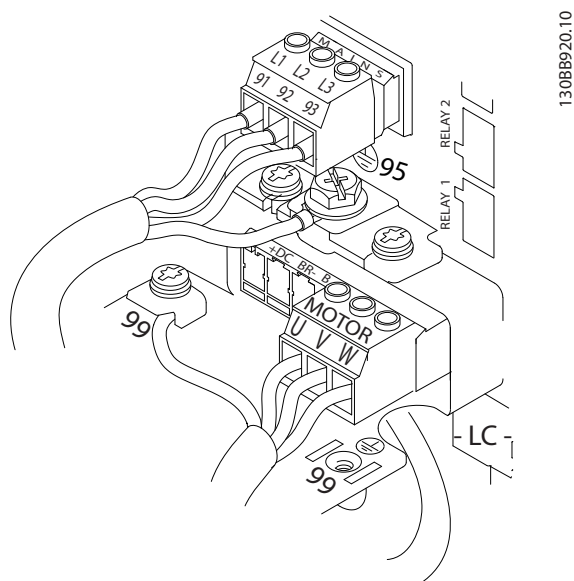

Ilustración 2.8 Ejemplo de cableado de motor, red y toma de tierra
- Conecte el cableado del motor trifásico a los terminales 96 (U), 97 (V) y 98 (W).
- Conecte el cableado de potencia de entrada de CA trifásica a los terminales L1, L2 y L3 (consulte la *Ilustración 2.8*).
La *Ilustración 2.8* representa la entrada de red, motor y toma de tierra para convertidores de frecuencia básicos. Las configuraciones actuales pueden variar según los tipos de unidades y el equipo opcional.